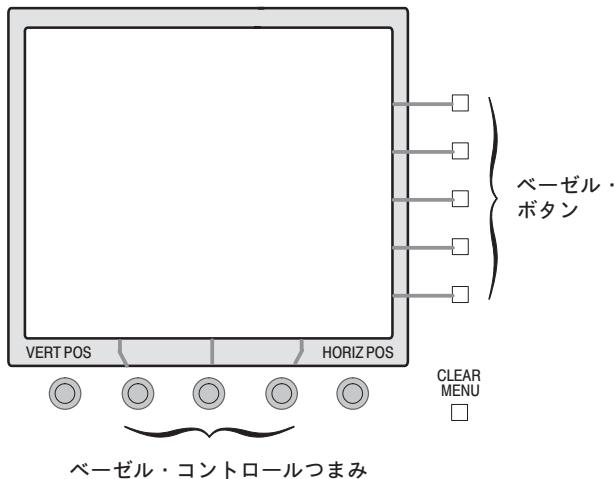

図2-4：多用途ベーゼル・コントロールつまみおよびボタン
- 管面の下部には、5つのコントロールつまみがあります（図2-4参照）。このうち、内側にある3つのつまみは多用途で、そのコントロール機能の割り当ておよびラベル付けは、オン・スクリーン・メニューにより行います。このようなコントロールつまみを、ベーゼル・コントロールつまみと呼びます。